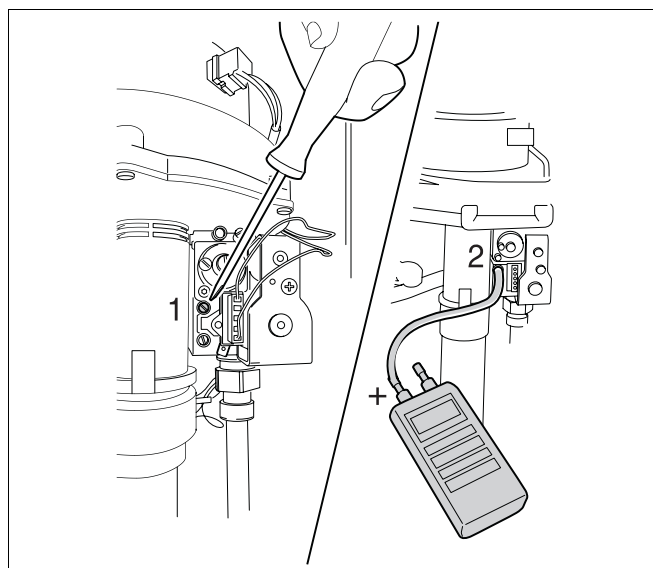

Bild 31 Gas-Luft-Verhältnis kontrollieren und einstellen
- Verschlusschraube am oberen Messnippel (→ Bild 31, [1]) (Brennerdruck-Messnippel) zwei Umdrehungen lösen.
- Plus-Anschluss des Druckmessgerätes über einen Schlauch mit dem Messnippel für Brennerdruck (→ Bild 31, [2]) verbinden.